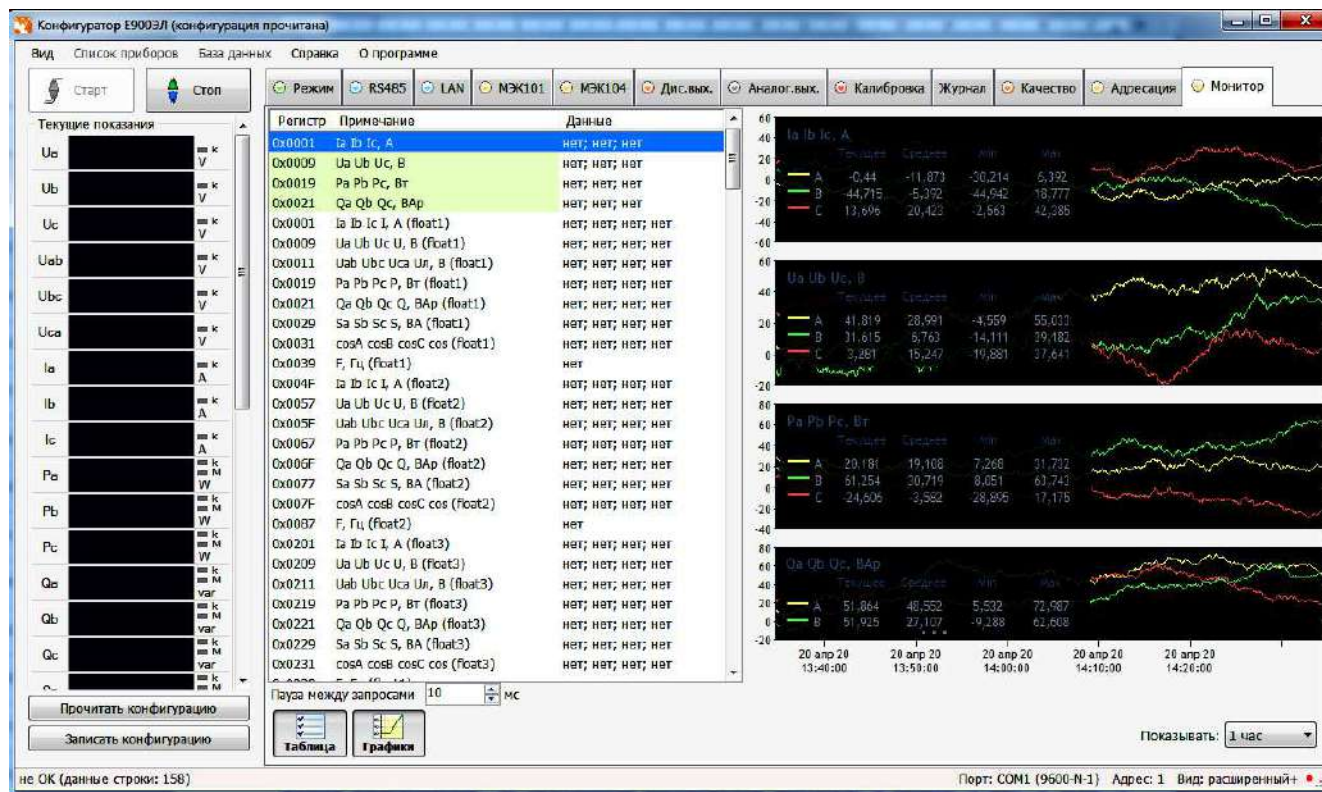

Рисунок 10 – Вкладка «Монитор»
3.9.10 Вкладка «Монитор» предназначена для опроса преобразователя и считывания данных по заданным адресам регистров (рисунок 10). Опрос регистров происходит последовательно.